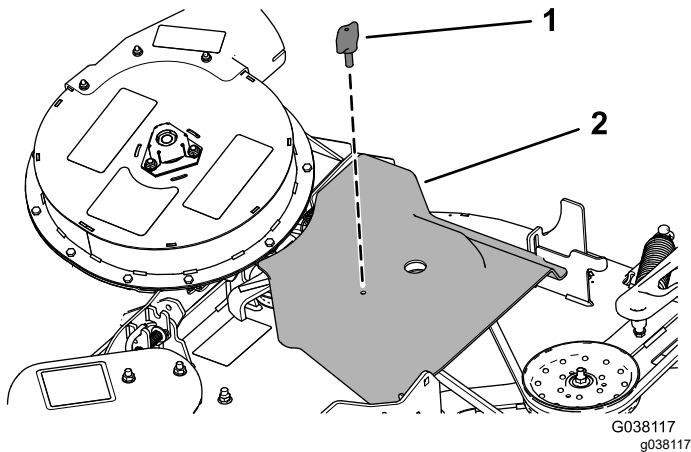

Bild 7
1. Entfernen Sie die Daumenschraube, die die Riemenabdeckung festhält (Bild 7).
2. Bewegen Sie die Abdeckung nach außen, bis die Kante der Abdeckung die Haken in den Mähwerk-Flanschen freigibt (Bild 7).